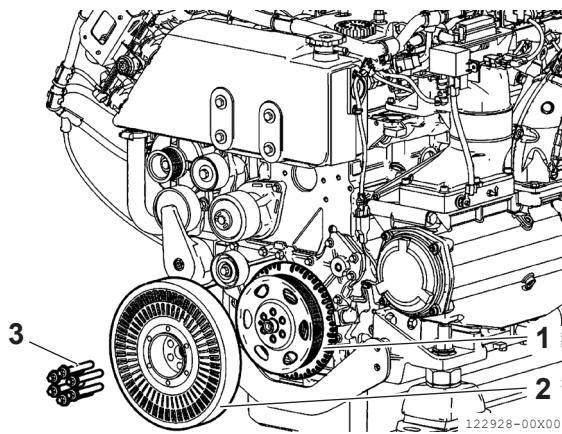

Figura 22
2. Svitare le viti (**Figura 22, (3)**) e rimuovere il volano con smorzatore (**Figura 22, (2)**) dalla puleggia (**Figura 22, (1)**).
Lo strumento di bloccaggio del volano del motore può facilitare la rimozione del volano con smorzatore (**Figura 22, (2)**) montato sulla puleggia (**Figura 22, (1)**).
Sostituire il volano con smorzatore (**Figura 22, (2)**) con uno nuovo.
Avvitare le viti di fissaggio (**Figura 22, (3)**) e serrarle alla coppia specificata.
Volano con smorzatore (6 viti M12 × 1,25 × 78,5) (Figura 22, (3))	<ol style="list-style-type: none"> 1. Preserraggio con chiave dinamometrica a 50 ± 5 N·m 2. Serraggio a un angolo di 90°